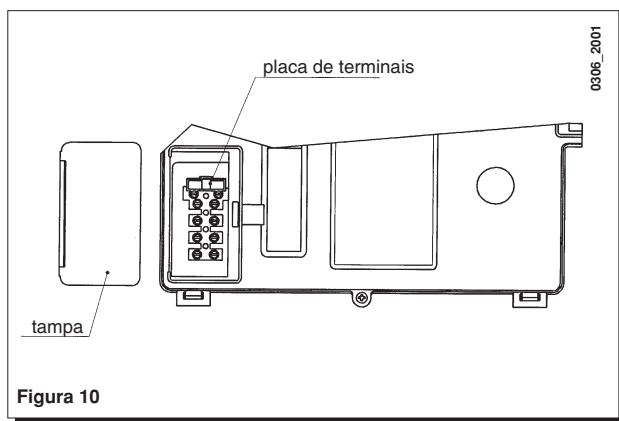

Figura 10
- retire a tampa e acesse à zona das ligações eléctricas (figura 10).